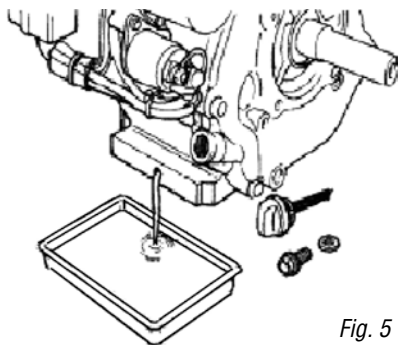

Fig. 5
1. Retirez la jauge (D).
2. Placez un récipient approprié sous le bouchon de vidange d'huile (fig. 5).